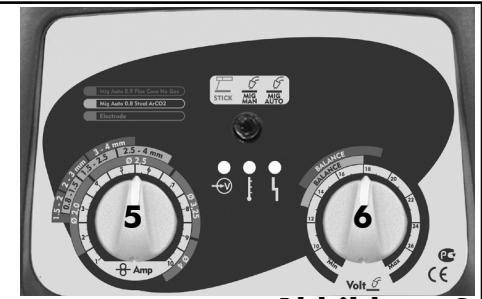

Abbildung 9
6.3 MIG-SCHWEISSEN UND SCHWEISSEN OHNE GAS (NO GAS) IN AUTOMATIK (SIEHE ABB. 9)